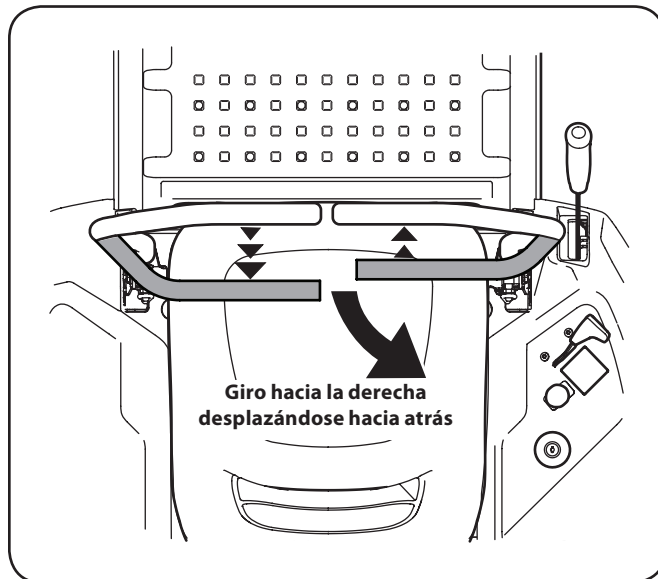

Figure 5-8
2. Para girar a la derecha mientras se desplaza marcha atrás, mueva la palanca de control del lado derecho hacia adelante respecto de la palanca izquierda. Consulte la Fig. 5-8.